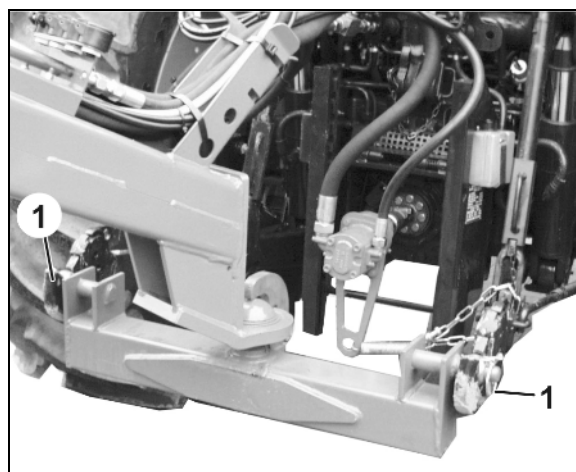

Рис. 33
2. Зафиксируйте каждый болт нижних тяг пружинным фиксатором (Рис. 33/1) против самоотвинчивания.